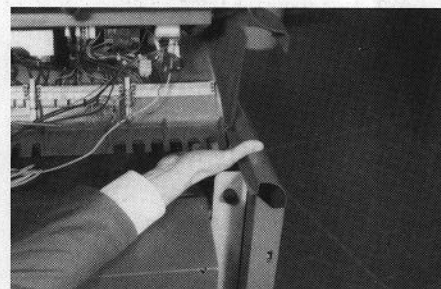

Abb. 7
4. Arretierstift am Schaltfeld unter Oberkante des rechten Seitenblechs in Richtung Kesselblock drücken, bis Kunststofflasche sichtbar und Stift vom Langloch frei wird. (Abb. 7, Abb. 8)